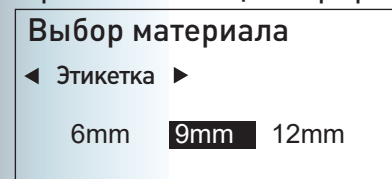

Рисунок 4.2-2
2) Нажмите клавишу [←] / [→] для выбора "Этикетка", нажмите [↓] чтобы перейти в столбец выбора размера этикетки. (Рисунок 4.2-2)